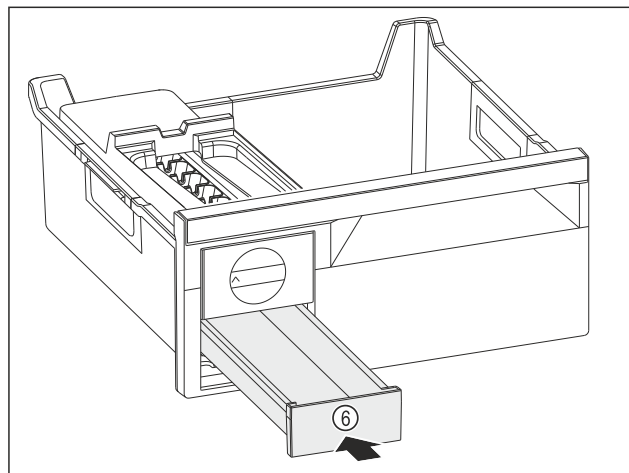

Fig. 110
- Umetnite Fig. 110 (6) pretinac za kockice leda.